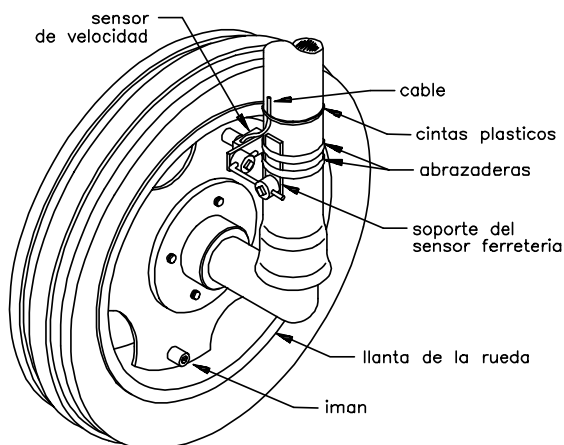

FIGURA 7A
- 4) Instale el ensamble del sensor de velocidad en la columna de sostén de la punta de eje con las piezas de sujeción provistas. (Vea la Figura 7A). No es necesario que el sensor de velocidad pivotee con la rueda.